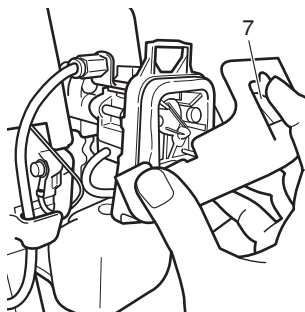

Fig. 4
Pulse la pestaña superior (7) y abra la cubierta del filtro de aire. (Fig. 4)